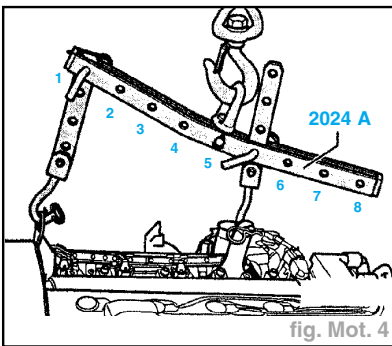

fig. Mot. 4
- Accrocher comme suit le dispositif de suspension **2024 A** avec le support **3180** et le soulever légèrement avec la grue d'atelier (fig. Mot. 4) :